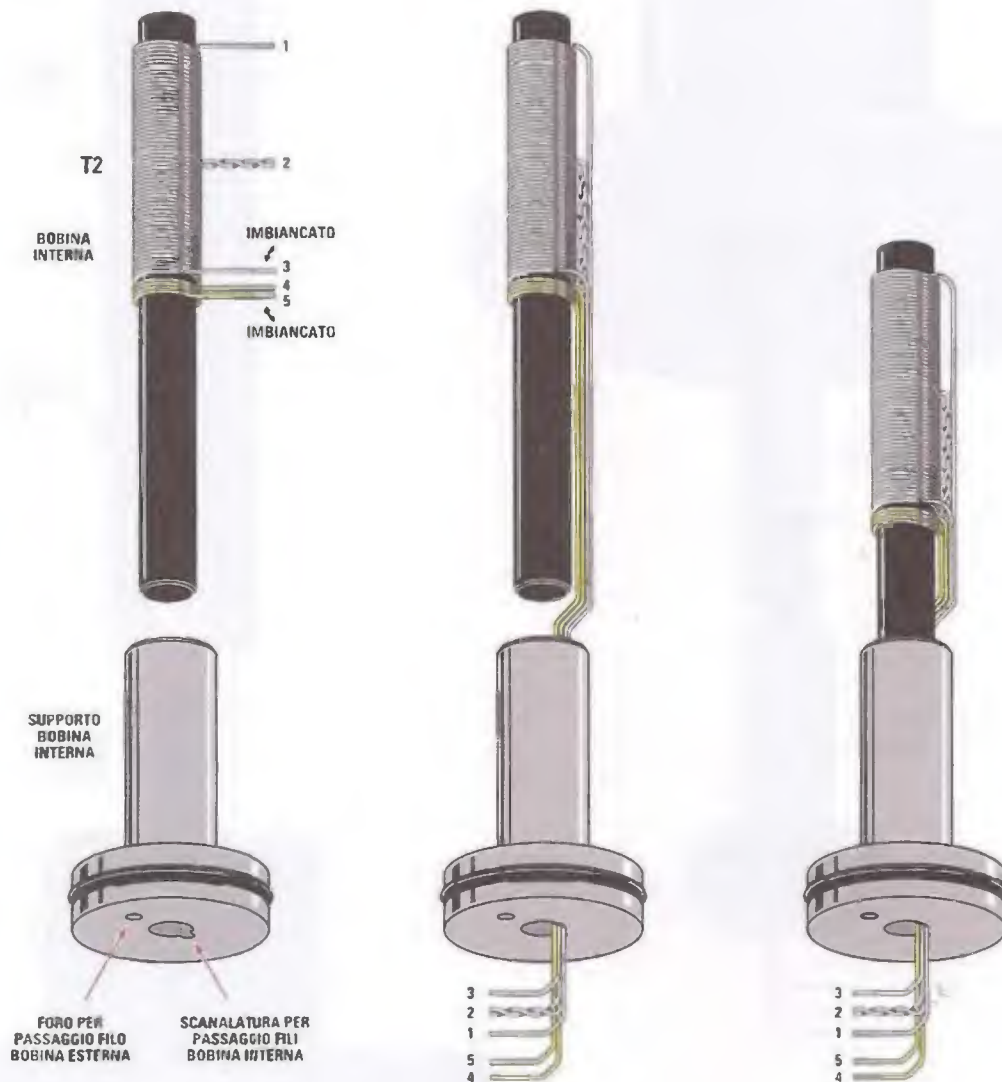

Fig.8 Questa e le figure successive rappresentano la sequenza di montaggio della bobina.
Inseritelo nel foro del supporto in modo che i fili provenienti dal nucleo vengano alloggiati nella scanalatura interna e fuoriescano dalla parte inferiore del supporto, come indicato in fig.8.
Il nucleo va inserito completamente nel suo supporto, fino a raggiungere l'apposita battuta interna, come visibile in fig.8.
- i due fili facenti capo ai punti 1-3 dell'avvolgimento T2 (vedi fig.8) sono costituiti da una treccia multifilare di filo smaltato e tessuto (chiamato *filo di Litz*). Questi fili andranno saldati sui corrispondenti punti 1-3 della scheda LX.1776, considerando che il filo imbiancato corrisponde al terminale 3 dell'avvolgimento (vedi fig.8);